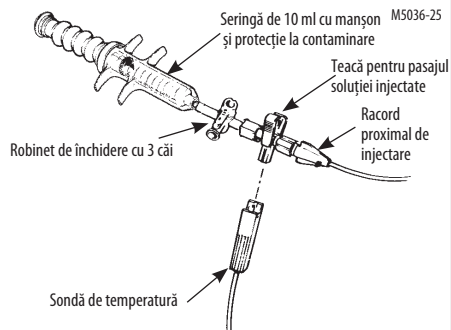

Figura 4. Sonda de temperatură și teacă pentru pasajul soluției injectate
2. Inserați sonda reutilizabilă de temperatură a soluției injectate în teaca pentru pasajul soluției injectate (Figura 4). Fixați sistemul, pentru a minimiza deplasarea acestuia în raport cu pacientul.
Pentru a îndepărta sonda de temperatură a soluției injectate aflate în pasaj (Figura 4)